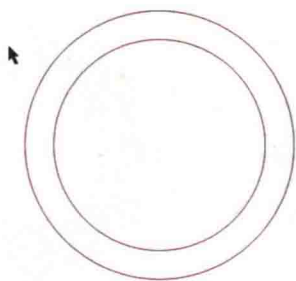

图1-30
STEP 02 接下来将所绘制的正圆再原位复制一个，按住【Shift】键，调整复制正圆的大小，效果如图1-30所示。